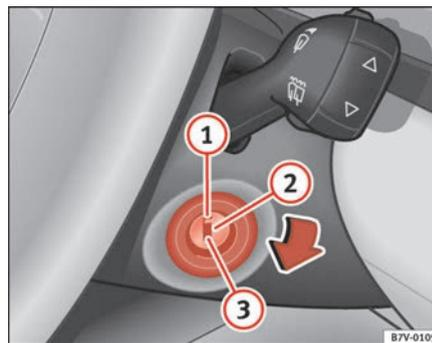

Abb. 126 Stellungen des Zündschlüssels
In der Stellung \Rightarrow Abb. 126 ① ist die Zündung ausgeschaltet und die Lenkung kann gesperrt werden.
- Drehen Sie den Zündschlüssel in Stellung \Rightarrow Seite 166, Abb. 126  zum Anlassen des Motors.
- Drehen Sie den Zündschlüssel in Stellung \Rightarrow Seite 166, Abb. 126 ②. Die Kontrollleuchte ∞ leuchtet, solange vorgeglüht wird.
- Wenn die Kontrollleuchte ausgeht, drehen Sie den Zündschlüssel in Stellung ③ zum Anlassen des Motors - geben Sie kein Gas.
- Drehen Sie den Zündschlüssel in Stellung ⇒ Seite 166, Abb. 126 ①.